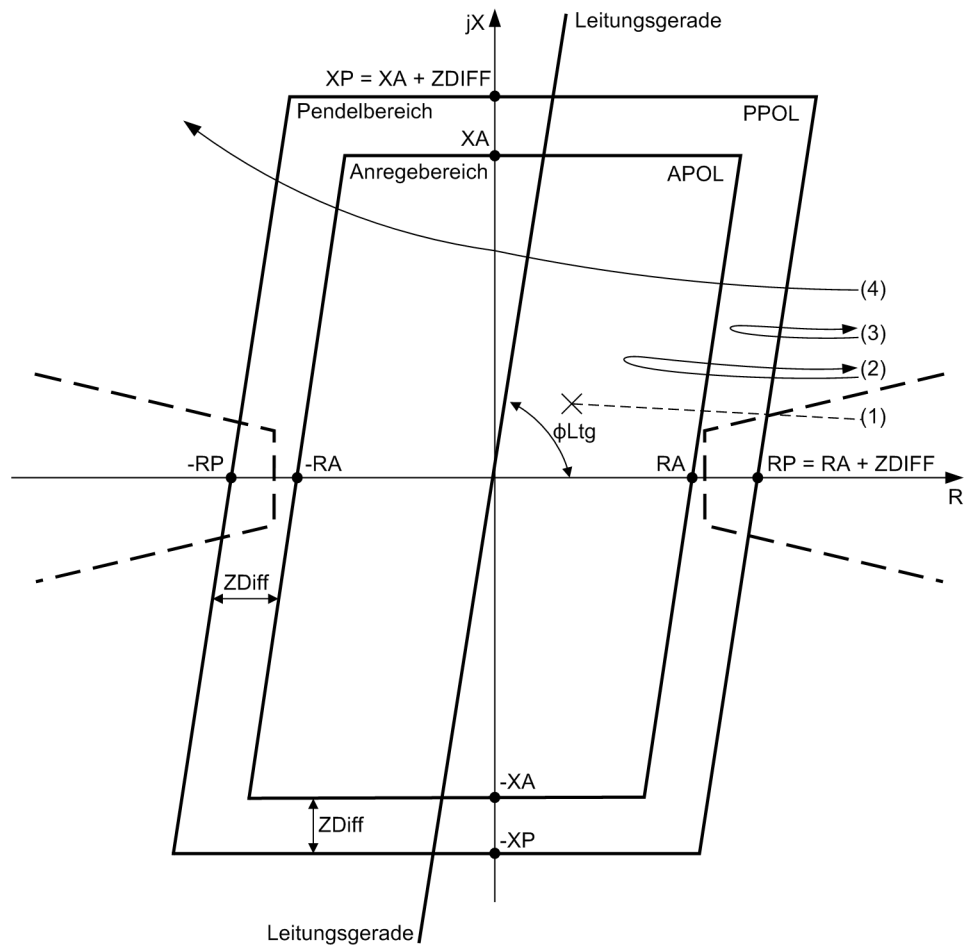

Bild 2-61 Ansprechkenlinie für die Pendelerfassung beim Polygon
Zur Erfassung einer Pendelung wird die Änderungsgeschwindigkeit der Impedanzzeiger gemessen. Die Meldung erfolgt, wenn der Impedanzzeiger in den Pendel-Messbereich PPOL (siehe Bild 2-61) eintritt und die anderen Kriterien der Pendelerkennung
Wenn die für die Pendelung identifizierten Impedanzzeiger die Pendelcharakteristik PPOL wieder verlassen, wird anhand der R-Komponenten kontrolliert, ob die Zeiger das gleiche Vorzeichen haben wie beim Eintritt in das Anregepolygon. Ist dies der Fall, so neigt der Pendelvorgang dazu, sich zu stabilisieren. Anderenfalls ist der Zeiger durch die Pendelcharakteristik hindurchgelaufen (Verlust des Synchronismus, Fall (4) in Bild 2-61). Eine stabile Leistungsübertragung ist dann nicht mehr möglich. Das Gerät gibt eine entsprechende Meldung ab (Nr 4163 „Pen. instabil“), vorausgesetzt, der Parameter unter Adresse 2006 **PEN-AUSLÖS** ist auf **Nein** eingestellt. Die Meldung Nr 4163 „Pen. instabil“ ist ein Impuls von ca. 50 ms Länge, der auch über Ausgabereleis oder CFC-Verknüpfungen weiter verarbeitet werden kann, z.B. für einen Umlaufzähler oder Impulzzähler.